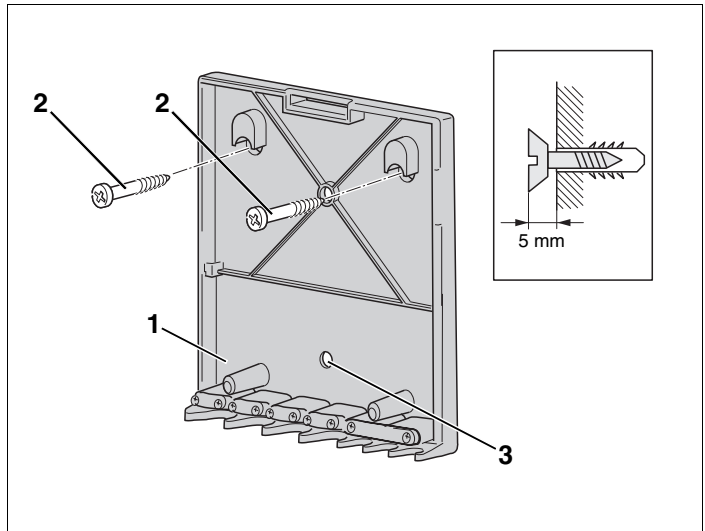

Abb. 2 Wandhalter montieren
- Positionen der Bohrlöcher für den Wandhalter (Abb. 2, **Pos. 1**) anzeichnen.
- Löcher entsprechend dem Lochbild des Wandhalters (Abb. 2, **Pos. 1**) bohren (Ø 6 mm).
- Dübel in die Bohrlöcher einsetzen und beiliegende Schrauben (Abb. 2, **Pos. 2**) bis auf 5 mm eindrehen.
- Wandhalter (Abb. 2, **Pos. 1**) einhängen und Schrauben anziehen. Gegebenenfalls Wandhalter (Abb. 2, **Pos. 1**) über die zusätzliche Bohrung (Abb. 2, **Pos. 3**) des Wandhalters an der Wand fixieren.